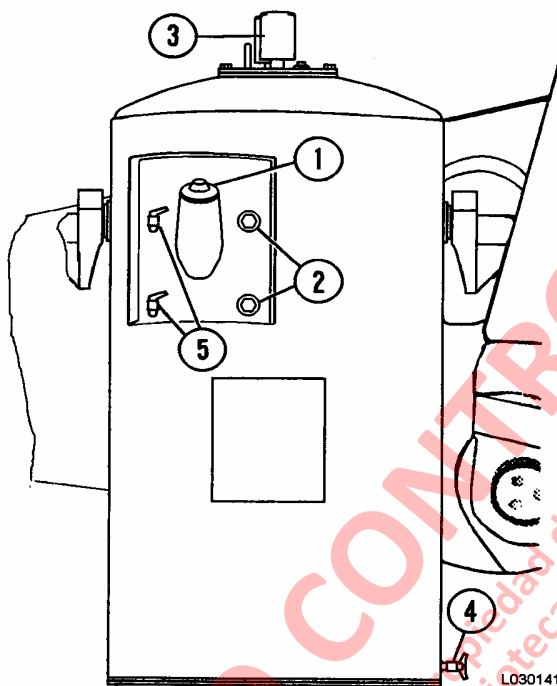

FIGURA 3-18. ESTANQUE HIDRAULICO
2. Saque la tapa de llenado (1, Figura 3-18) y agregue aceite hidráulico tipo C-4 limpio hasta que se pueda ver por el visor superior.